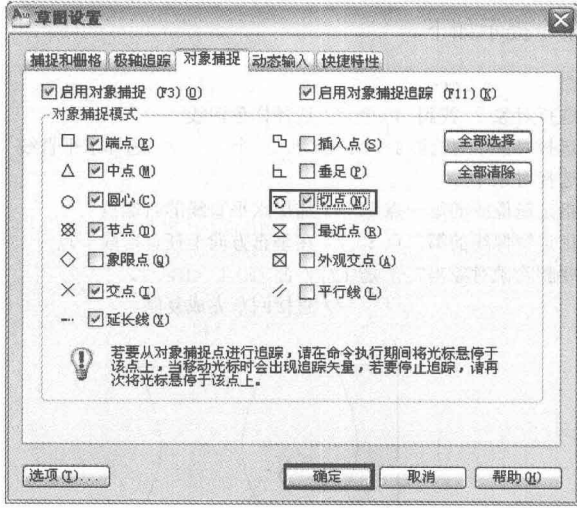

图1-49 切点捕捉
(5) 打开“草图设置”对话框，选中“切点”复选框，开启“切点”捕捉模式，如图 1-49 所示。